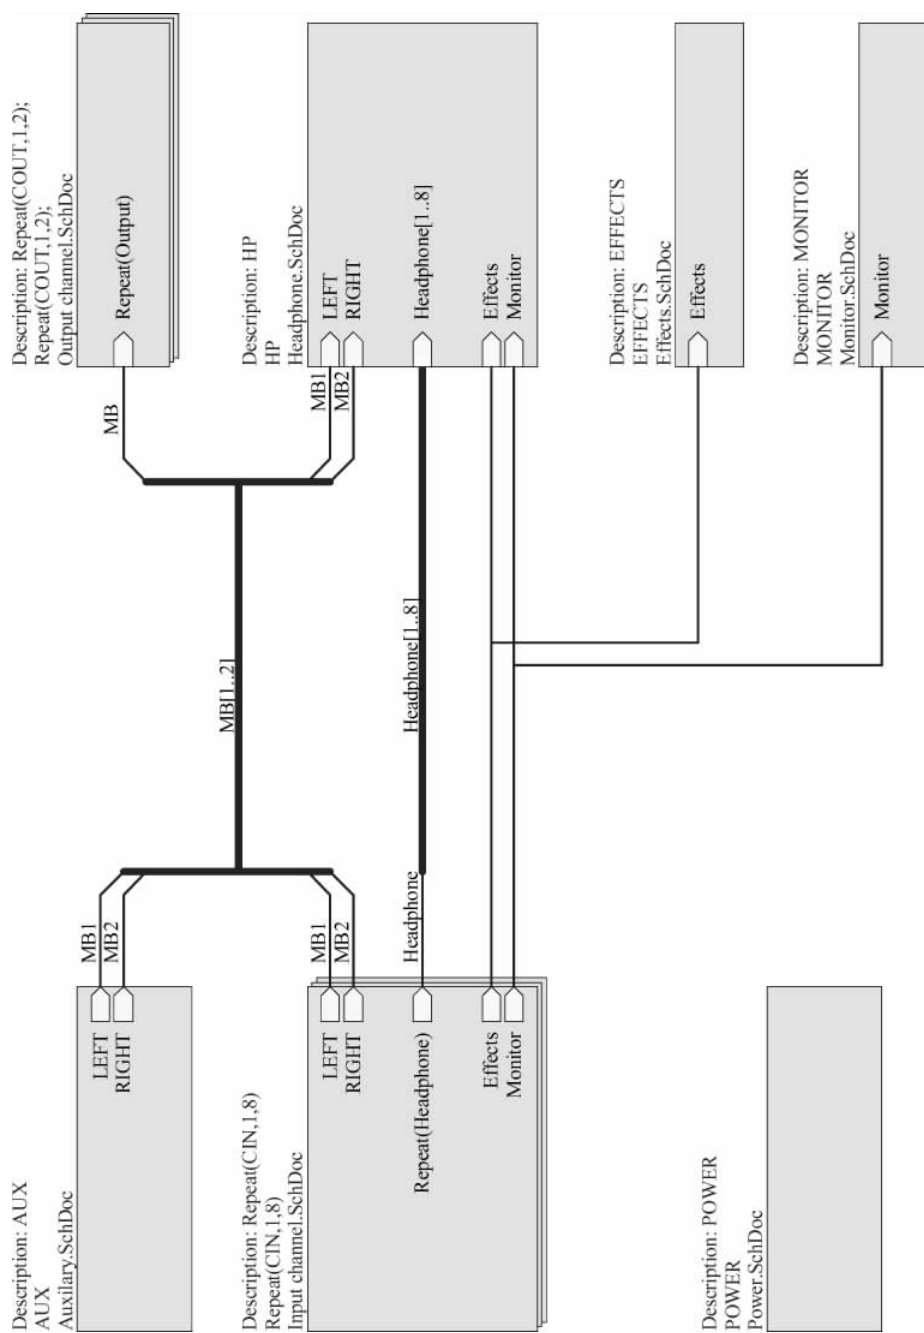
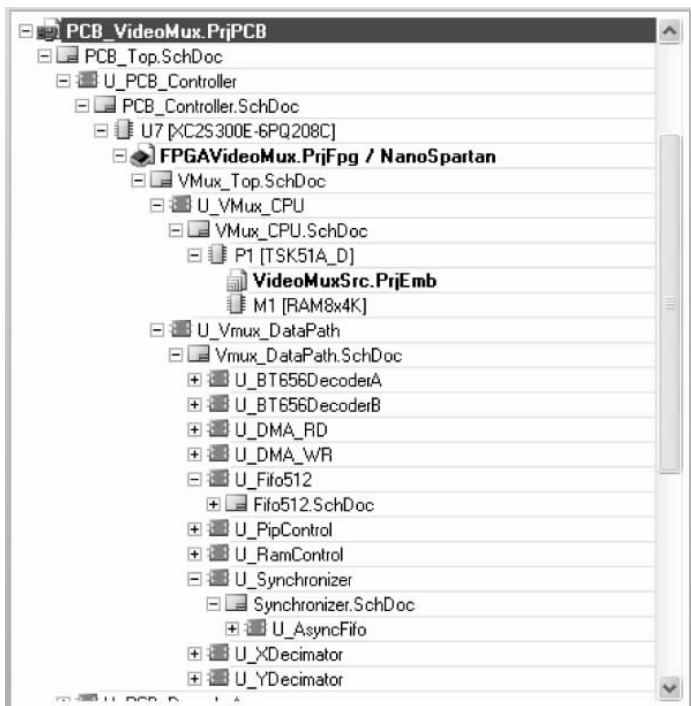

图 1-13 Mixer, SchDoc 主原理图
图 1-14 复杂的层次原理图文件结构
② 单击主原理图文件名 Mixer.SchDoc,打开编辑器窗口,如图 1-13 所示。
③ 在此使用了两种不同的连接方式。
a. 总线连接。重新定义主原理图的端口,使用总线、总线分支连接的端口,参见图 1-13 中的“MB[1..2]”。
b. 导线与总线连接。图 1-13 中的 Input channel. SchDoc 子原理图的 Repeat(Headphone) 端口,由于被重复使用了 8 次,而与子原理图 Headphone. SchDoc 的“Headphone[1..8]”连接时,产生了导线类别差异,使用导线与总线结合的方式。
(8) 复杂的层次性原理图
① 单击打开 PCB_VideoMux. PrjPCB 项目文件,选中面板上的“结构编辑器”单选按钮。文件结构如图 1-14 所示,可以看出,它不是简单地将子原理图组合,而是在子原理图下包含着子原理图。